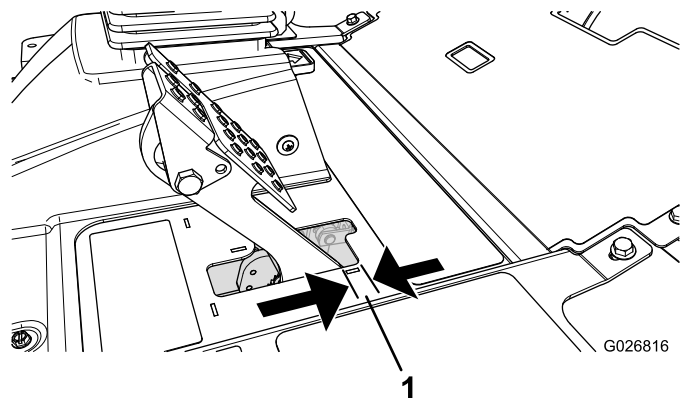

图 112
4. 轻踩刹车踏板并测量踏板在没有阻力的情况下移动的距离 图 112。
注意 当刹车踏板的自由行程 图 112 超过 2.5cm 时或需要施加更大的手刹力时应调节刹车。
6. 紧固后螺母向后移动拉线直到在手刹锁住车轮之前刹车踏板的自由行程 图 112 达到 613mm。